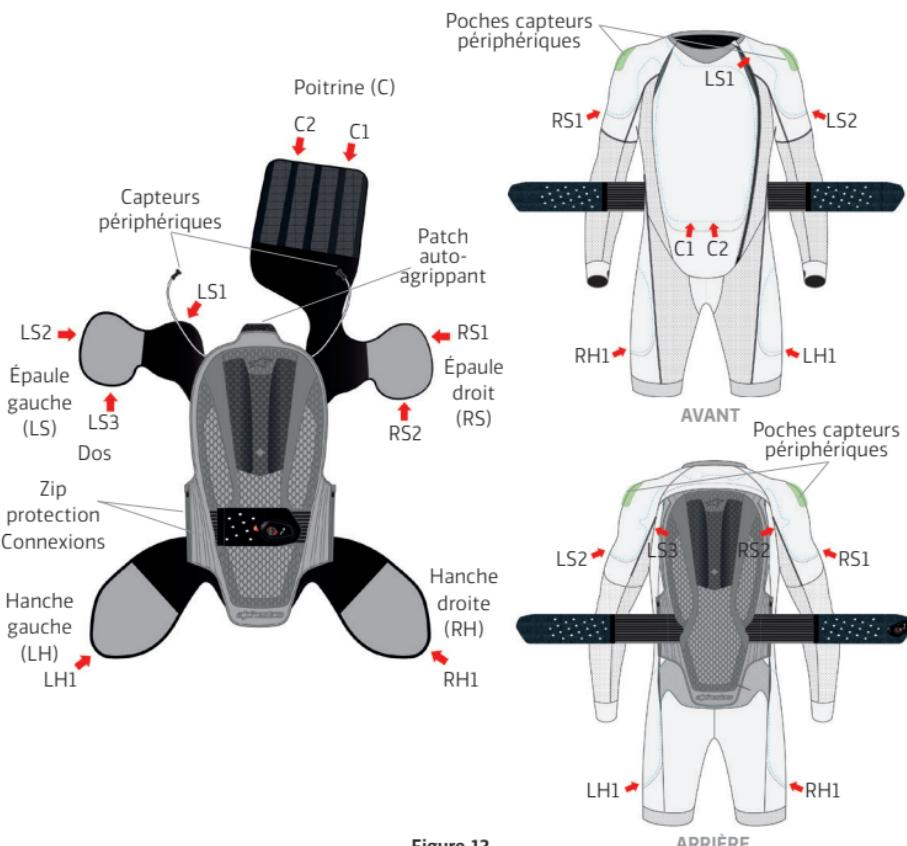
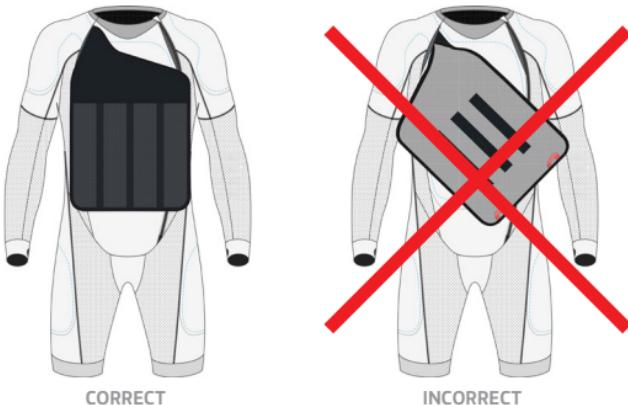

Figure 12
Figure 13
La couche de base (1) peut être lavée conformément aux instructions indiquées sur l'étiquette d'entretien. Avant le lavage, retirez le protecteur dorsal (7) et l'airbag (5) de la couche de base (1), dézipez les connexions zippées du protecteur dorsal (8) et détachez les patchs autoa-grippants sur le cou. Enlever les capteurs périphériques (11) placés à l'arrière des épaules en ouvrant la poche autoagrippante et en retirant le composant de son siège. Avant de retirer l'airbag (5) des poches de la couche de base (1), détacher les clips à l'intérieur de chaque poche comme détaillé dans la figure 12.
(1) L'Airbag (5) est un élément de sécurité très critique du système Tech-Air® 10. Faites toujours preuve d'une extrême prudence lors de la manipulation de l'Airbag (5). Toute rayure, tout trou ou tout dommage à l'Airbag (5) entraînera un dysfonctionnement du système. Par conséquent, si l'Airbag (5) est endommagé, n'utilisez pas le système et envoyez-le à Alpinestars ou à un centre de service Alpinestars Tech-Air® agréé pour réparation.
Après avoir nettoyé la couche de base (1), procédez au remontage correct de l'airbag (5) sur la couche de base (1) en suivant les instructions ci-dessous et la figure 12 :
1. Fixez le patch auto-agrippant présent à la partie supérieure de l'airbag (5) avec le patch correspondant présent sur la couche de base (1)
2. Fermez les deux connexions zippées du protecteur dorsal (8)
3. Repositionnez les capteurs périphériques (11) à l'arrière des épaules. Pour ce faire, accédez à la poche du capteur par l'ouverture appropriée, ouvrez la poche autoagrippante, placez le capteur dans son siège et fermez la poche autoagrippante de sorte que le capteur soit fixé. Remarque : la direction dans laquelle le capteur est positionné au niveau de son siège n'est pas importante, mais il est essentiel que les capteurs sortant du côté droit et du côté gauche du protecteur dorsal (7) soient placés, respectivement, sur l'épaule droite et l'épaule gauche, et non l'inverse.
4. Insérez chaque zone de protection de l'airbag (5) à l'intérieur de la poche correspondante en prenant soin de positionner correctement l'airbag (5) (en évitant les torsions ou les plis) et d'ancrer l'airbag (5) à l'aide de tous les clips disponibles sur la couche de base (1). Il y a 9 clips au total et ils sont divisés comme suit : 3 clips sur la zone de l'épaule gauche (LS), 2 clips sur la zone de l'épaule droite (RS), 2 clips pour la zone de la poitrine (C), 1 clip pour la zone de la hanche gauche (LH) et 1 clip pour la zone de la hanche droite (RH).
IMPORTANT! Une attention particulière doit être portée lors de l'insertion de la zone de l'Airbag (5) qui protège la zone de la poitrine pour éviter de tordre la zone plus étroite passant sur l'épaule droite. L'obstruction du canal pourrait compromettre le bon gonflage et donc la protection de l'Airbag (5) dans la région de la poitrine (voir figure 13).